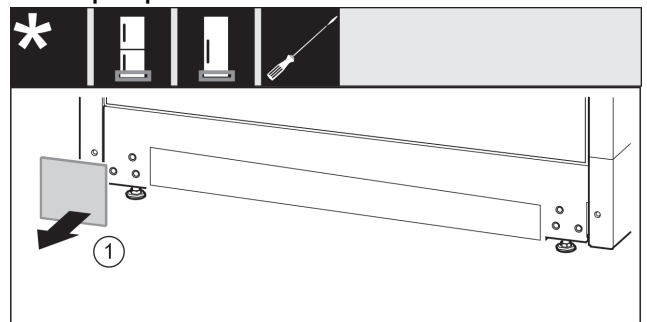

Fig. 17
- ▶ Зніміть кришку Fig. 17 (1).